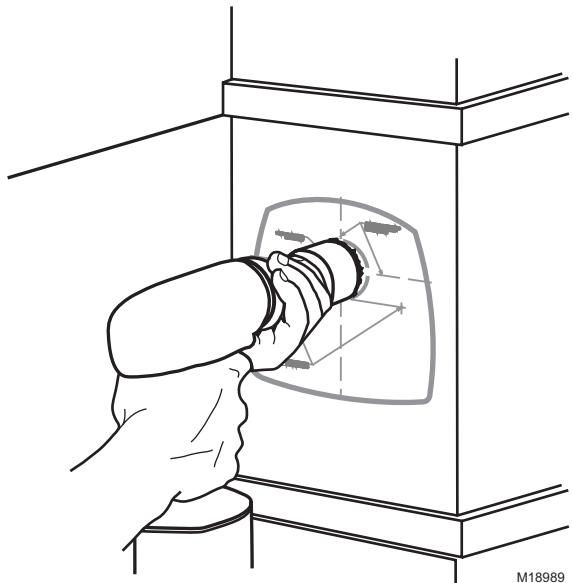

Fig. 5. Découper dans la gaine l'ouverture de 51 mm (2 po) prévue pour le passage de l'ampoule.
3. Découper dans la gaine l'ouverture de 57 mm (2 po) prévue pour le passage de l'ampoule. Voir la Fig. 5. Enlever les ébarbures.